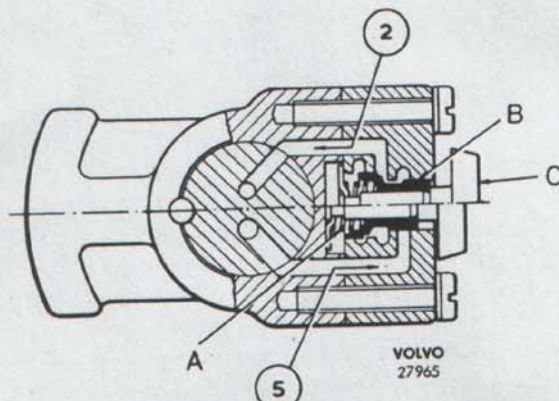

Bild 16. Regulator.
Centrifugalregulatorn roterar med utgående axeln. Den reducerar systemtrycket till ett värde som varierar med utgående axelns varvtal (dvs. vagnens hastighet). Detta variabla tryck, regulatortrycket, ledes till växlingsventilerna 1:an—2:an och 2:an—3:an i kontrollsystemet och används för att åstadkomma upp- och nedväxlingar. Regulatorns rotation får regulatorvikten (C bild 16) och ventilen (B) att ge en centrifugalkraft, som strävar att öppna ventilen. Detta motverkas av att regulatortrycket verkar även på en mindre del av regulatorventilen och håller denna i ett visst jämviktsläge. På grund härav stiger